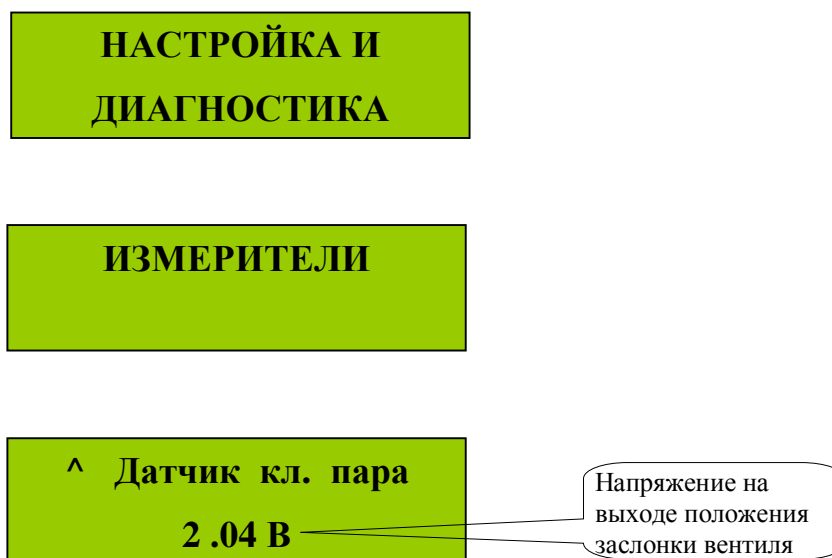

Рис. 12
- с помощью кнопок «**ñ**» и «**ò**» выбрать пункт **Датчик Кл. пара** (воды, воздуха, в. слива, н. слива) рис.12;
- с помощью кнопок **↵** и **↩** выбрать пункт **Вентиль пара** (воды, воздуха, в. слива, н. слива) рис.12;